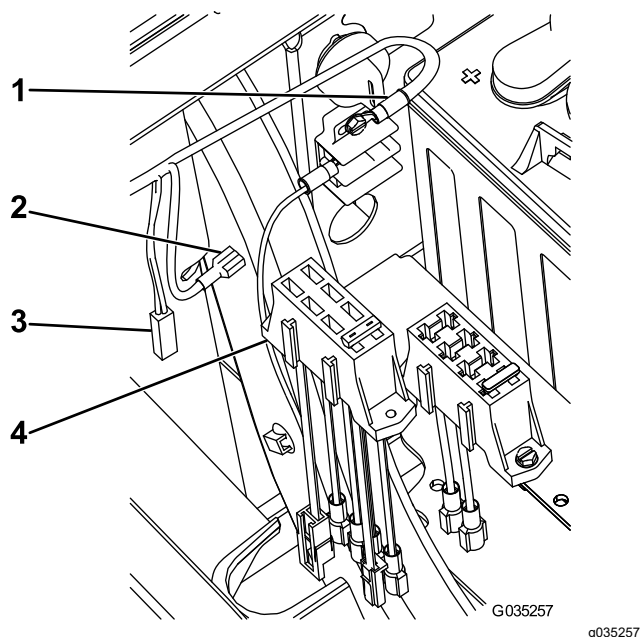

Figure 17
porte-fusibles sur le porte-fusibles existant sur la machine (Figure 17).
3. Branchez le grand connecteur du nouveau porte-fusibles sur le câble d'alimentation optionnel du porte-fusibles existant (Figure 17).
- Connectez le fil restant au fil protégé par fusible sur le nouveau porte-fusibles (Figure 17).
- Modèles n° de série 403448001 et précédents**, enclenchez le nouveau porte-fusibles sur le porte-fusibles existant sur la machine (Figure 17).
2. Branchez le grand connecteur du nouveau porte-fusibles sur le câble d'alimentation optionnel du porte-fusibles existant (Figure 17).
6. Connectez le fil restant au fil protégé par fusible sur le nouveau porte-fusibles (Figure 17).